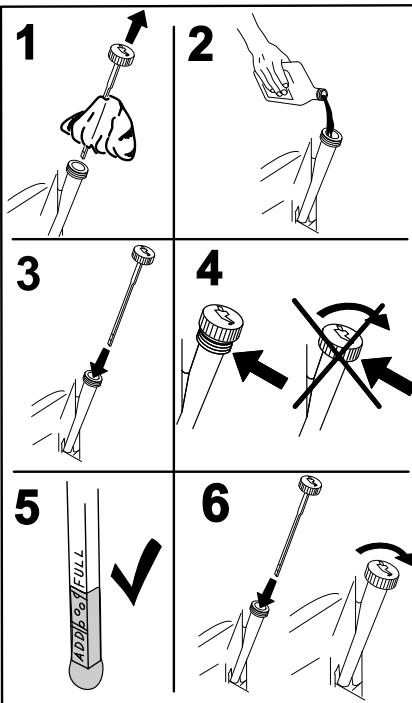

図 44
4. 所定量の 80% 程度のオイルをゆっくり入れ、そこから、残りの量を注意深く足して FULLマークまで入れる（図 44）。